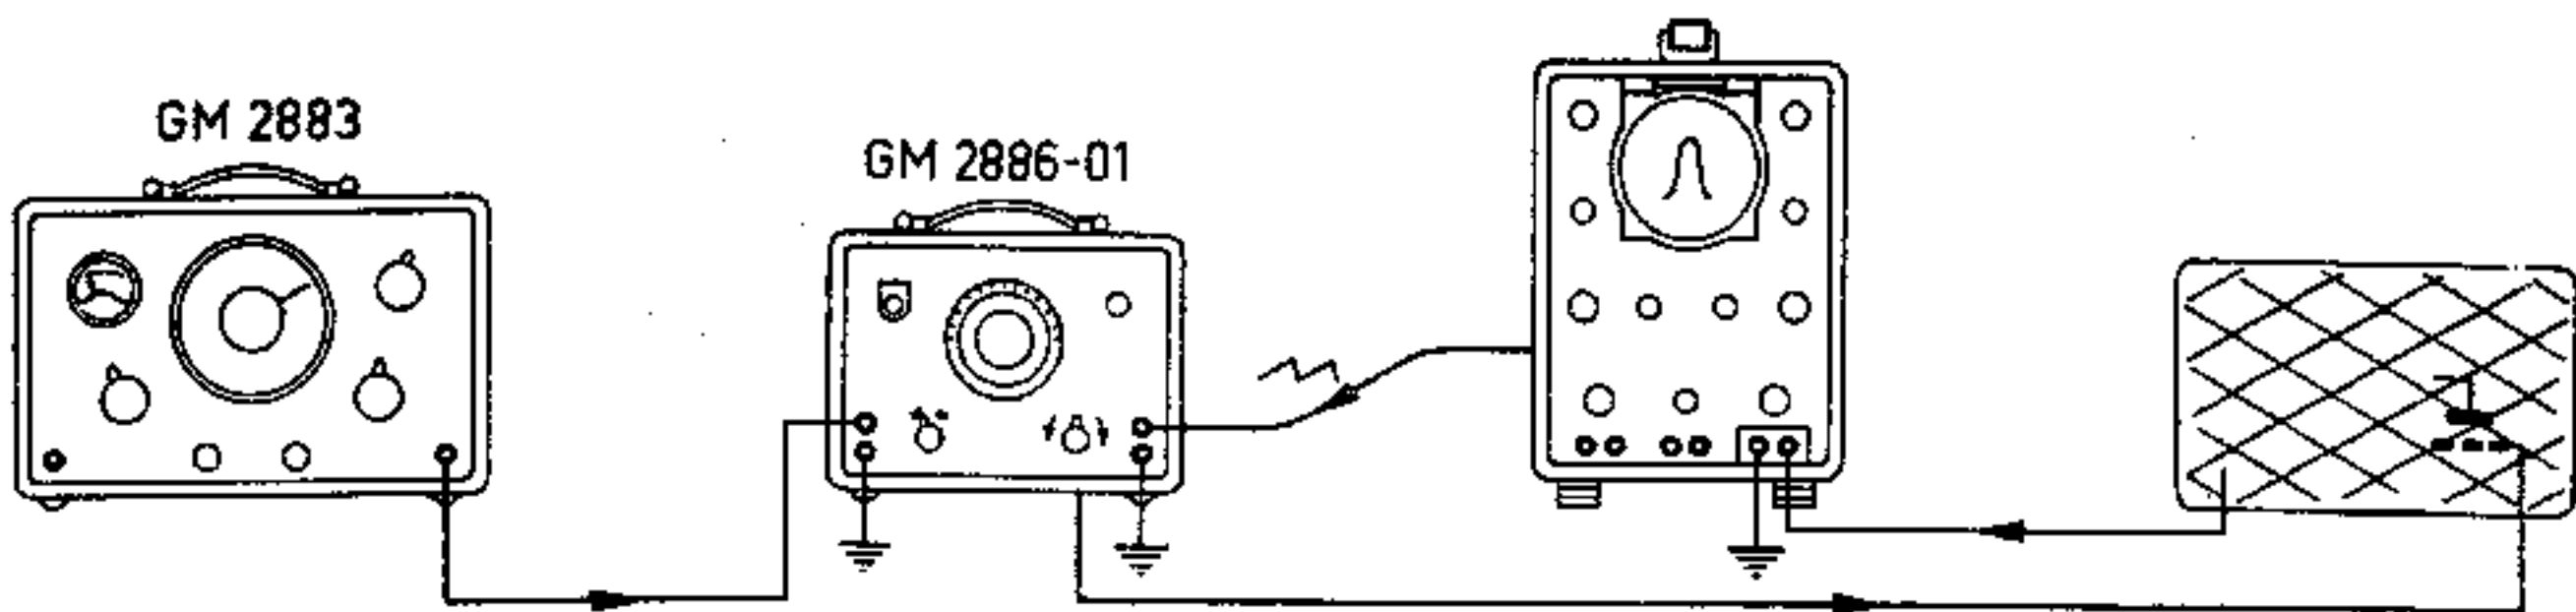

Fig. 5
2. Controleer de lineariteit van de frequentiezwaai. (Zie fig.5). Maak hiertoe de doorlaatkromme van een ontvanger (bij 1 MHz) zichtbaar op een oscillograaf en stel de beeldbreedte met R1 in op 1,5 cm. Bij draaien aan C1 verplaatst de kromme zich op het scherm. De breedte van deze kromme moet nu constant blijven.
4. Contrôle van de maximale frequentiezwaai. Meetopstelling volgens fig.5. Maak de afstemkromme van de ontvanger zichtbaar. Draai R1 geheel linksom. Zorg dat de amplitude die aan de GM2886-01 toegevoerde zaagtandspanning 50 V top-top bedraagt. Bij draaiing van C1 van 0 tot +25 kHz en van 0 tot -25 kHz mag de afstand waarover de afstemkromme zich beweegt ten hoogste gelijk zijn aan 1/4 van het totale frequentiespectrum.
5. Contrôle op kraken van R1. Meetopstelling volgens fig.5. Draai R1 van minimum naar maximum. Het beeld moet nu regelmatig breder worden.